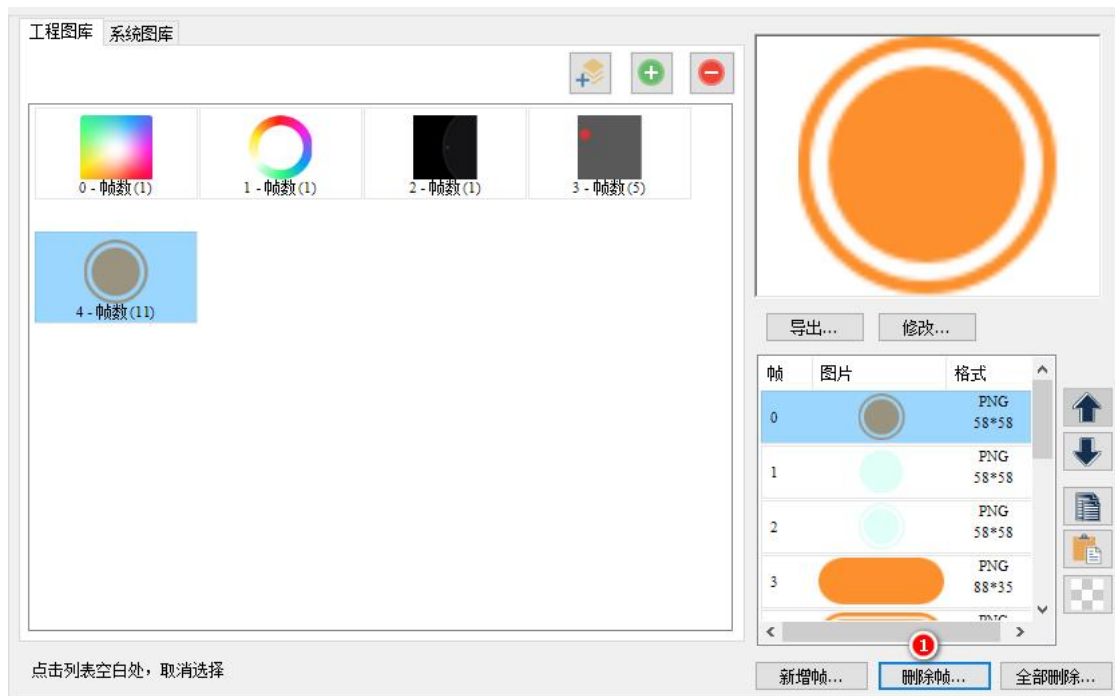

图 7-10 选中图标
- 删除指定帧：如图标 4 第 0 帧，点击①，执行删除该帧操作，如图 7-10 所示；